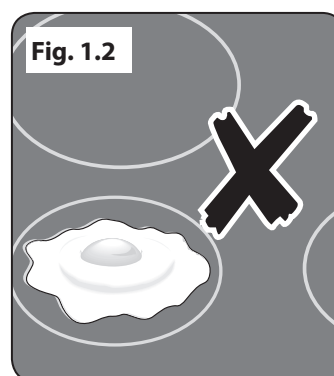

Fig. 1.2
- Seuls certains types de récipients en verre, vitrocéramique, terre cuite ou autres récipients émaillés peuvent être utilisés sur la **table de cuisson**; les autres risquent de se briser en raison du changement soudain de température (**Fig. 1.2**).